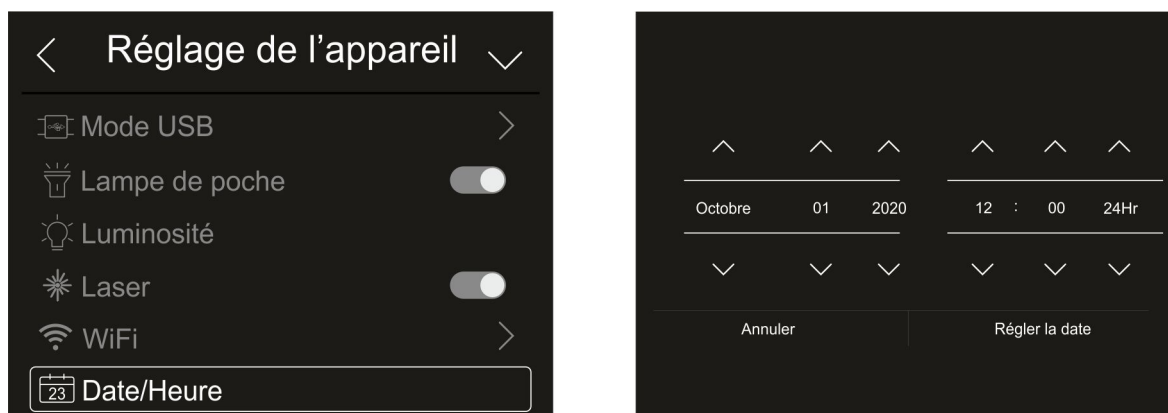

Fig. 18: Réglage de la date et de l'heure du système
1. Touchez l'élément «Date/Heure» pour régler la date/heure du système. La page-écran de la Fig. 18 – partie droite s'affiche à l'écran :